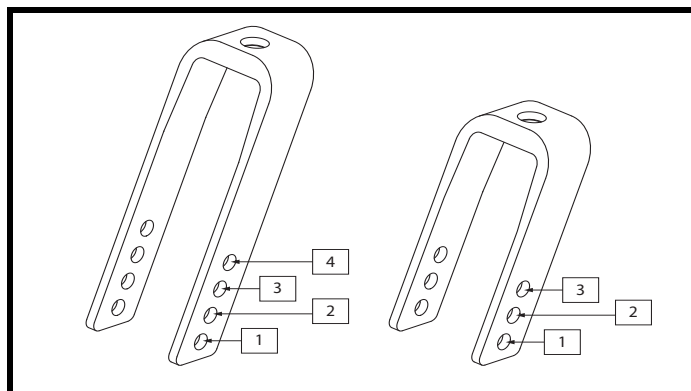

Figure 15. Positions des fourches roulettes longues et courtes
2. Retirez les boulons et écrous de le support de roue. **Voir la figure 15.**
**NOTE:** Les roues peuvent être repositionnées sur 3 niveaux différents. Voir la figure 15 et 15A pour de plus amples informations sur les distances entre le siège et le plancher.